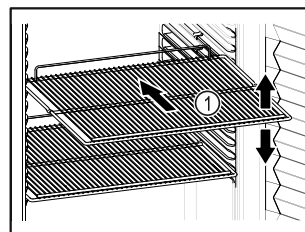

Fig. 54
- ❑ Wenn Abstellroste Fig. 54 (1) versetzbar sind, je nach Höhe anpassen.